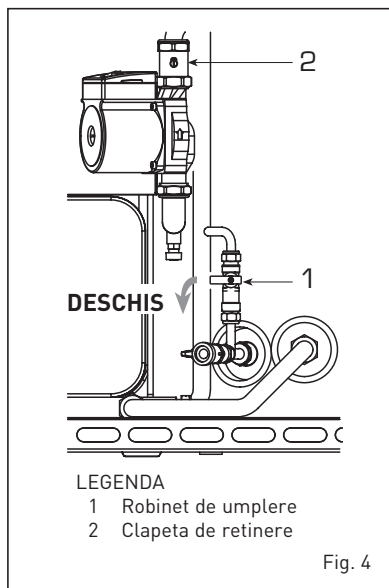

Fig. 4
2.4 UMLEREA INSTALATIEI (fig. 4)